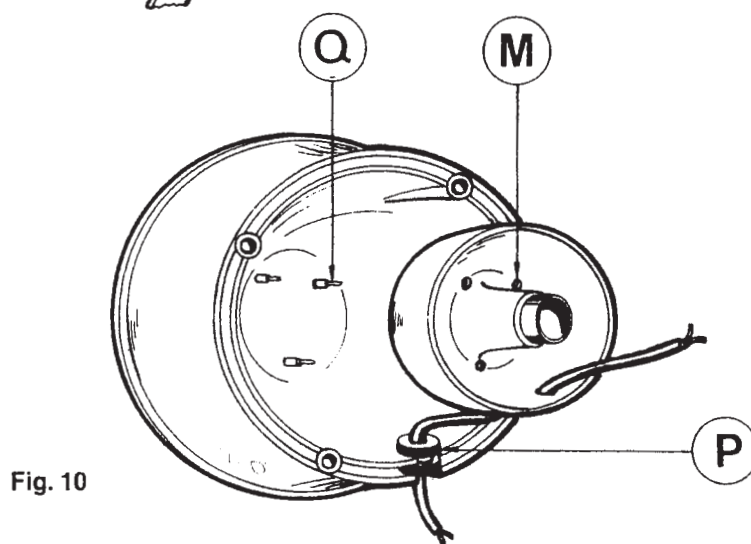

Fig. 10
- Posizionare l'ugola **G** all'interno della tromba **H**, verificando che le sporgenze di posizionamento **Q** all'interno della tromba **H** entrino nei fori **M** (fig. 10).
- Place the first part of the horn **G** inside the horn **H** checking that the positioning blocks **Q** inside horn **H** slip into holes **M** (fig. 10).
- Placer le cône **G** à l'intérieur du pavillon **H**, vérifier que les saillies de mise en place **Q** à l'intérieur de pavillon **H** entrent parfaitement dans les trous **M** (fig. 10).